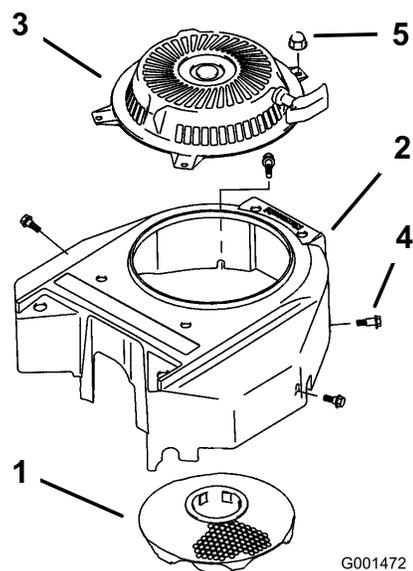

Рисунок 49
3. Снимите воздухозаборную сетку, механический стартер и корпус вентилятора (Рисунок 49).
5. Установите воздухозаборную сетку, механический стартер и корпус вентилятора (Рисунок 49).